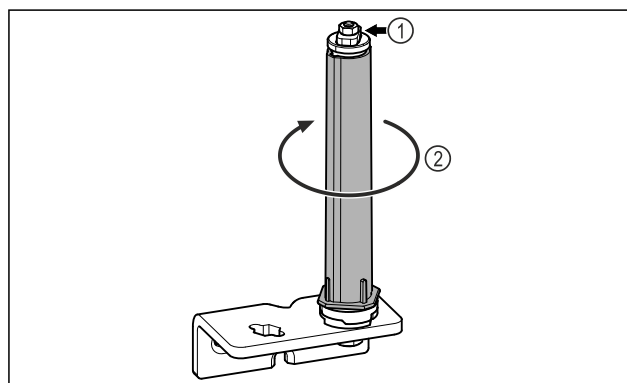

Fig. 21
- ▶ Μην αποσυναρμολογείτε το σύστημα κλεισίματος πόρτας Fig. 21 (1).
- ▶ Περιστρέψτε το σύστημα κλεισίματος Fig. 21 (2), μέχρι να κάνει κλικ.